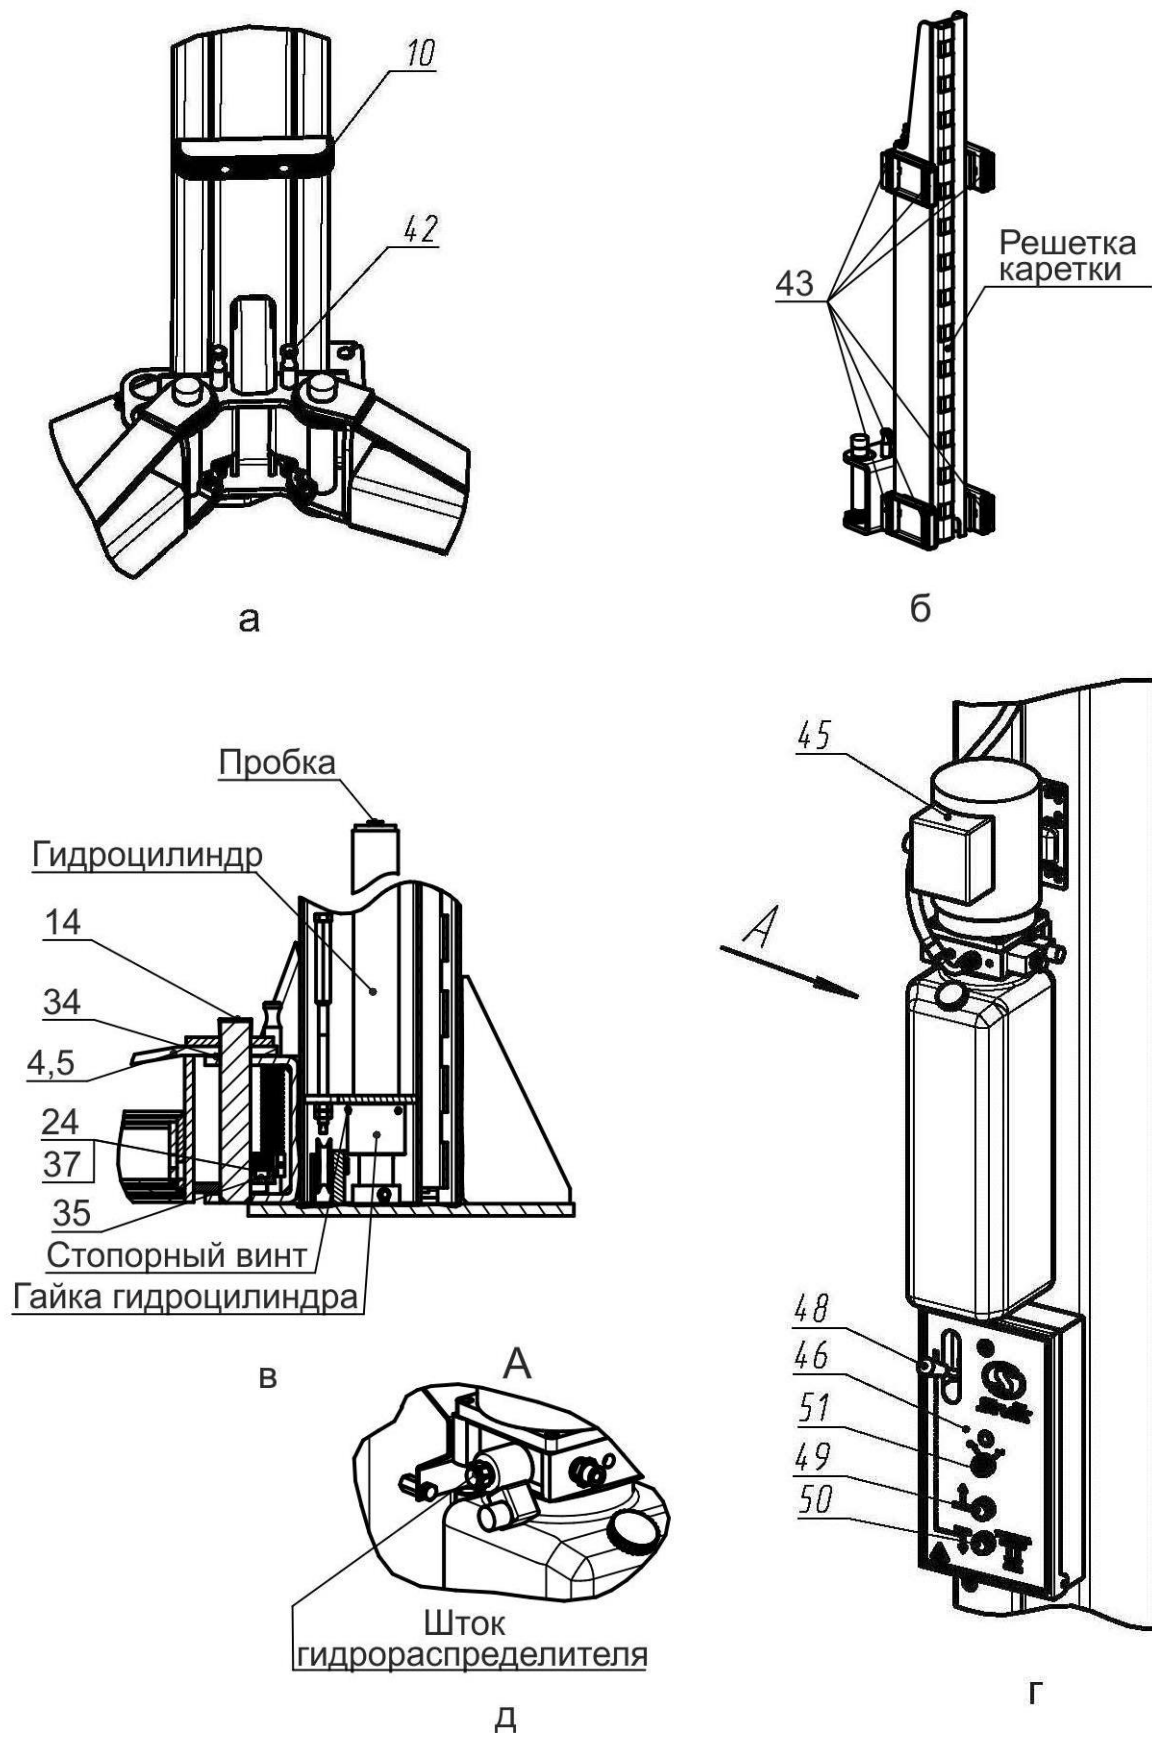
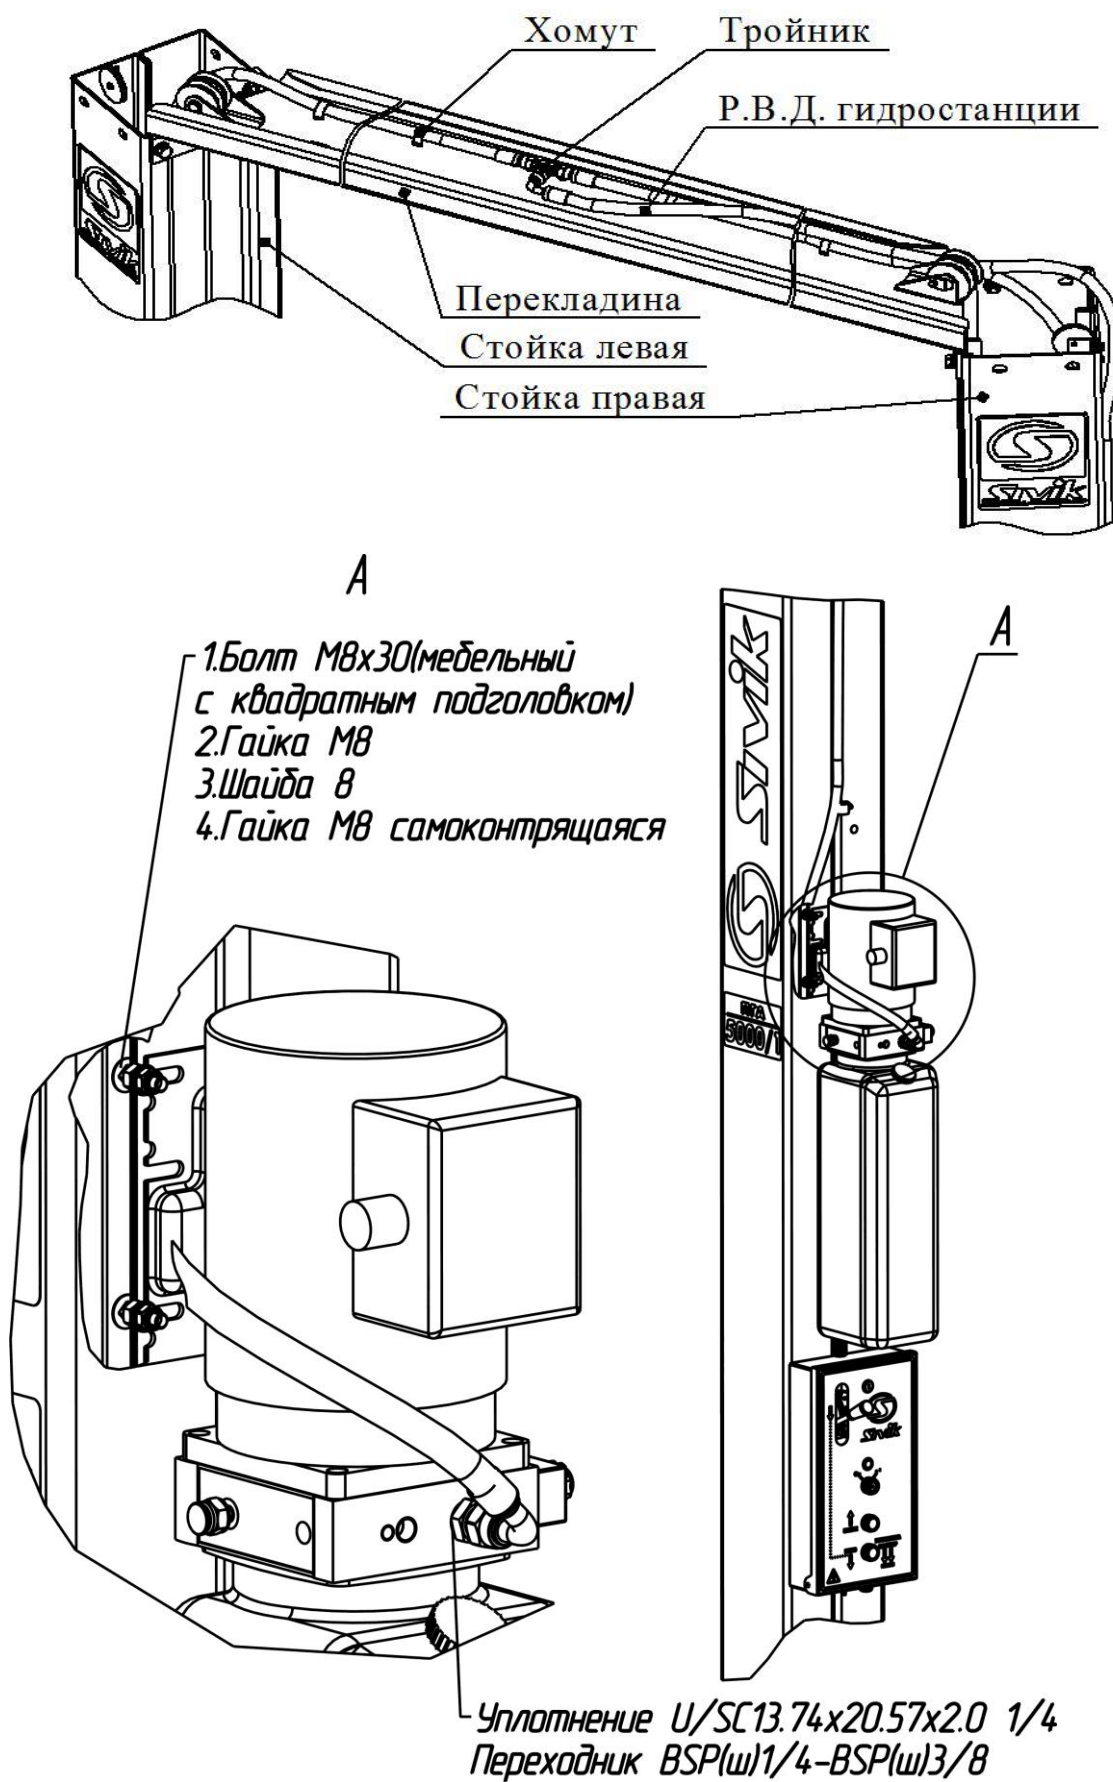

Рисунок 4.1 – Виды подъемника
Рисунок 6.4 – Соединение рукава высокого давления и монтаж гидростанции
Подъемник (рисунок 3.1) состоит из двух стоек коробчатого сечения -правой 1 и левой 2, соединенных между собой перекладиной 3. В стойках размещены каретки 63 с закрепленными на них поворотными телескопическими подхватами 4 и 5 разной длины. На концах подхватов 4, 5 установлены опоры 7, подставки опоры 8, 9. Подхваты фиксируются стопорными устройствами 42 (рисунок 4.1 а), автоматически срабатывающими при подъеме автомобиля. При опускании кареток 63 в крайнее нижнее положение происходит автоматическое расстопорение подхватов 4 и 5. Каретки 63 приводятся в движение гидравлическими цилиндрами, установленными внутри стоек. Подъемник снабжен системой 62 тросовой синхронизации движения кареток 63.
Каждая каретка 63 (рисунок 4.1 б) снабжена полиамидными ползунами 43, скользящими по беговым дорожкам стоек 1 и 2. Каретки фиксируются на требуемой высоте стопорами-защелками 44 (рисунок 6.4), закрепленными на стойках 1,2 и входящими в зацепление с решетками на каретках 63.
На правой стойке (рисунок 4.1 г) размещена насосная станция 45 с пультом управления 46. Внутри насосной станции 45 находится клапан предохранительный, предотвращающий перегрузку в гидросистеме. Клапан предохранительный настроен на заданное давление и опломбирован.
Для предотвращения повреждения дверей автомобиля (при открывании) на каретки 63 установлены накладки 10, фиксируемые винтами М8х35 и шайбами 8 (рисунок 3.1 и рисунок 4.1 а).
Управление подъемником осуществляется рычагом 48 (рисунок 4.1 г) и двумя кнопками 49 и 50, установленными в пульте управления 46. Рычагом 48 осуществляется расстопорение кареток 63, а кнопками 49 и 50, подъем (кнопка 49) и опускание (кнопка 50) кареток 63.
ВНИМАНИЕ! Перед сборкой проверить затяжку гаек гидроцилиндров и стопорных винтов (рисунок 4.1в).
Тройник должен располагаться горизонтально так, чтобы Р.В.Д. не касались тросов системы синхронизации. Рукава высокого давления зафиксировать на перекладине хомутами обжимными, болтами М6х20 (с квадратным подголовком), гайками М6 (самоконтрящиеся). Гидростанцию закрепить на правой стойке над пультом управления с помощью 4-х болтов М8 (с квадратным подголовком), гаек М8, шайб 8 и гаек М8 (самоконтрящиеся) (рисунок 6.4).
Для того чтобы проверить срабатывание упругой тяги 55, необходимо одному человеку прижать рукой защелку 44 к стойке 2, а другому повернуть рычаг 48 (рисунок 4.1 г) на себя. Упругая тяга 55 должна вытянуться на полный ход штока 30.
При повороте рычага 48 (рисунок 4.1 г) защелки на левой и правой стойки должны срабатывать одновременно. При отпуске рычага 48, защелки на левой и правой стойке должны вернуться в исходное положение. Регулировка проводится выборкой слабины тросика 52 и обжатием петли от вытягивания зажимом 13.
6.9 Открутить пробку бака насосной станции 45 и залить масло (около 12 л) до верхней метки «MAX» (рисунок 4.1г). Уровень масла контролировать визуально. Установить пробку бака на место.
- кратковременным нажатием на кнопку 49 (двигатель должен работать, вращение крыльчатки по стрелке на кожухе эл. двигателя, а из бака должно убывать масло, рисунок 4.1г).
- отвернуть пробки у каждого гидроцилиндра на один оборот (рисунок 4.1в)